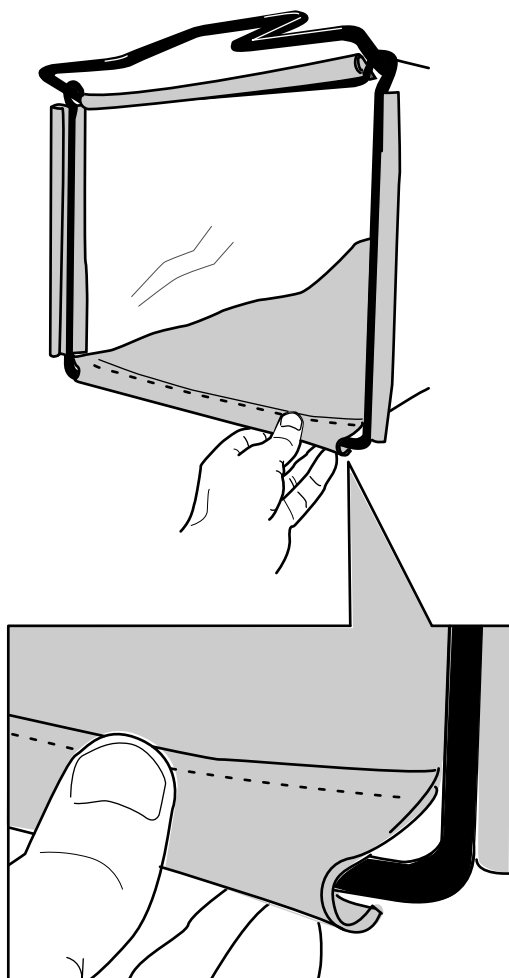

Figure 12
2. Accrochez la glissière inférieure du bac au bas de l'armature (Figure 12).
3. Accrochez les glissières supérieur et latérales du bac au sommet et sur les côtés de l'armature respectivement (Figure 12).